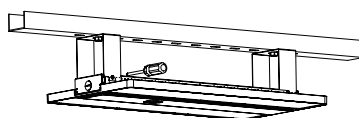

Figure 6
Étape 2. Assemblez le luminaire sur le support et fixez-le à l'aide de vis. (Figure 6)